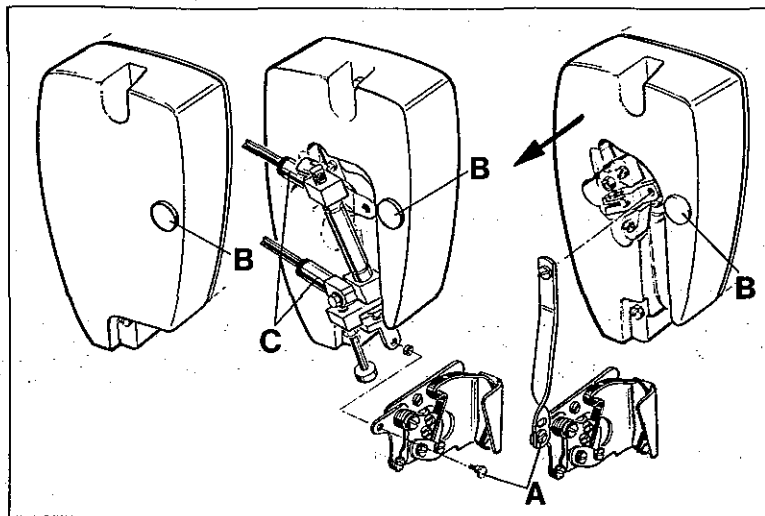
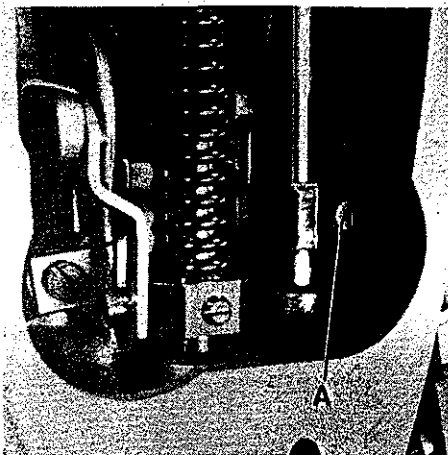
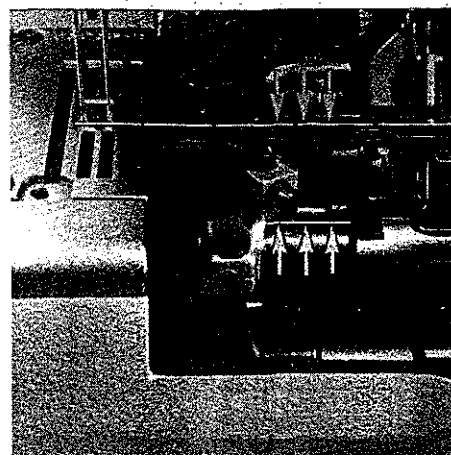
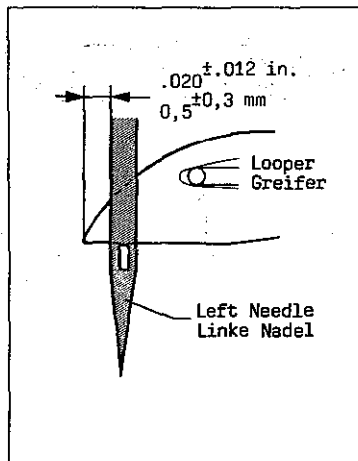

Fig.18
Fig. 19
Fig.20
Fig. 22
1. Remove the head cover*, presser foot and feed dogs. For removing the head cover on styles with thread wiper also shoulder screw (A, Fig. 18) on bell crank lever of thread wiper has to be screwed out. On styles equipped with pneumatic thread wiper additionally the PA-tubes have to be disconnected on the straight connectors (C) of the air cylinder. On styles with solenoid operated thread wiper the head cover has to be removed horizontally (in direction of the arrow) to avoid damaging of plug and receptacle.
3. Loosen screw (A, Fig. 19) and turn needle bar as required, so the needles center in the needle holes of throat plate and are parallel to the looper shaft (see Fig. 20). This can be checked by holding a ruler against the needles.
4. Retighten screw (A, Fig. 19).
1. Entfernen Sie den Kopfdeckel*, Drückerfuß und Transporteur. Zum Entfernen des Kopfdeckels muß bei Maschinen mit Fadenzieher auch die Ansatzschraube (A, Fig. 18) am Winkelhebel des Fadenziehers herausgedreht werden. Bei Maschinen, die mit pneumatischem Fadenzieher ausgerüstet sind, müssen zusätzlich die PA-Schläuche an den geraden Verschraubungen (C), am Luftzylinder gelöst werden. Bei Maschinen mit magnetisch betätigtem Fadenzieher muß der Kopfdeckel horizontal (in Pfeilrichtung) abgezogen werden, damit Stecker und Steckbuchse nicht beschädigt werden.
3. Lösen Sie die Schraube (A, Fig. 19) und drehen Sie die Nadelstange so, daß die Nadeln mittig in die Stichlöcher der Stichplatte einstechen und parallel zur Greiferwelle stehen (siehe Fig. 20). Dies kann durch Anlegen eines Lineals an die Nadeln geprüft werden.
4. Ziehen Sie die Schraube (A, Fig. 19) wieder an.
* The needle bar can also be aligned and set to height without removing the head cover. For this, remove plug (B, Fig. 18) in the head cover to have access to screw (A, Fig. 19) in the needle bar connection. Remount the plug.
* Die Nadelstange kann auch ohne Abbau des Kopfdeckels ausgerichtet und auf die Höhe eingestellt werden. Entfernen Sie dazu den Verschlussstopfen (B, Fig. 18) im Kopfdeckel, damit die Schraube (A, Fig. 19) im Nadelstangen-Mitnehmer zugänglich wird. Montieren Sie den Verschlussstopfen wieder.
The height of needle bar is correct, when the looper point at its travel from right to left is 0,5 mm (.020 in.) left of the left needle (see Fig. 22) and the top of the needle eye is flush with the underside of the looper. For adjustment loosen screw (A, Fig. 19)* and move needle bar up or down as required. Retighten screw (A).
Die Nadelstangenhöhe ist richtig eingestellt, wenn die Greiferspitze bei ihrem Weg von rechts nach links 0,5 mm links der linken Nadel steht (siehe Fig. 22) und Oberkante Nadelöhr und Unterkante Greifer in gleicher Höhe stehen. Lösen Sie für diese Einstellung die Schraube (A, Fig. 19)* und schieben Sie die Nadelstange nach Bedarf nach oben oder unten. Ziehen Sie die Schraube (A) wieder an. Beachten Sie, daß bei dieser Einstellung die Nadelstange nicht verdreht wird.
* Die Nadelstange kann auch ohne Abbau des Kopfdeckels ausgerichtet und auf die Höhe eingestellt werden. Entfernen Sie dazu den Verschlußstopfen (B, Fig. 18) im Kopfdeckel, damit die Schraube (A, Fig. 19) im Nadelstangen-Mitnehmer zugänglich wird. Montieren Sie den Verschlußstopfen wieder.